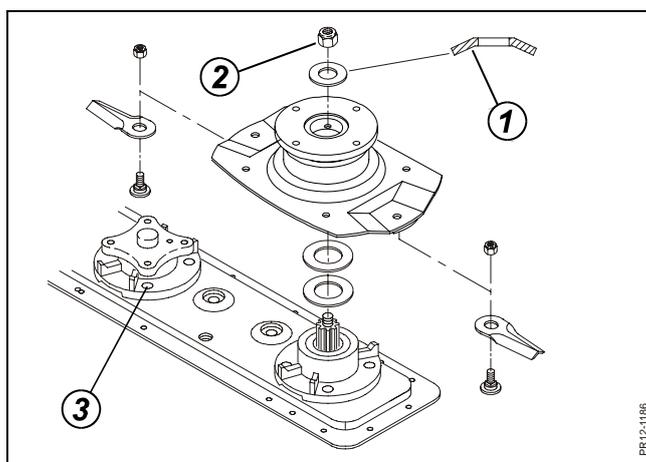

Abb. 5-9
- Abb. 5-9** Die Federscheibe (1) über der Eingangsscheibe wie gezeigt mit der gebogenen Seite nach oben drehen.